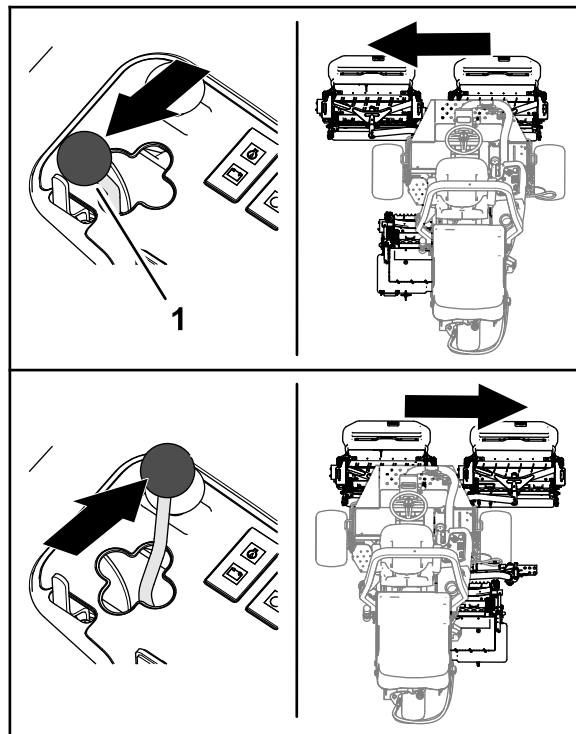

Figura 47
2. Deplasai joystick-ul pentru unitatea de tăiere în stânga sau în dreapta pentru a deplasa unitățile de tăiere în stânga sau în dreapta (Figura 47).